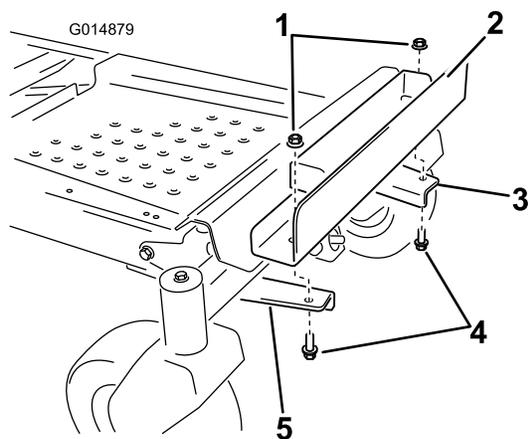

Figura 6
6. Instale o suporte do peso nos suportes de montagem (Figura 6). Alinhe os furos interiores no suporte com os suportes de montagem previamente instalados. Certifique-se de que o suporte está centrado na estrutura. Prenda os dois parafusos (3/8 x 1 pol.) e duas porcas de bloqueio (3/8 pol.).